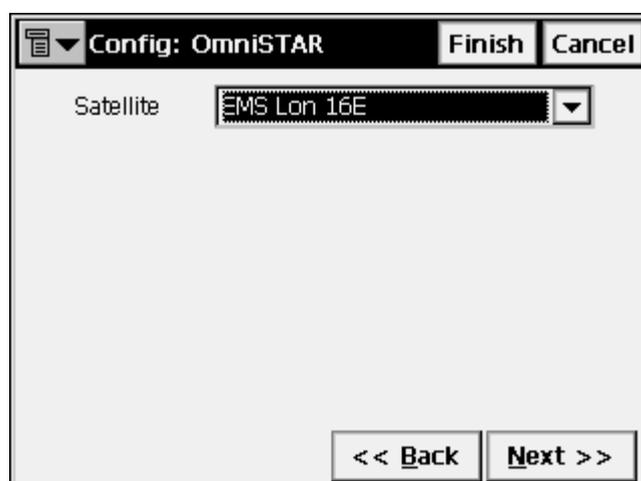

Рисунок 3-34. Настройка: OmniSTAR
- Если используются данные системы OmniSTAR-VBS и OmniSTAR-HP (служба, передающая дифференциальные поправки через геостационарные спутники для большинства регионов земного шара), введите имя используемого спутника (рис. 3-34 на стр. 3-23).